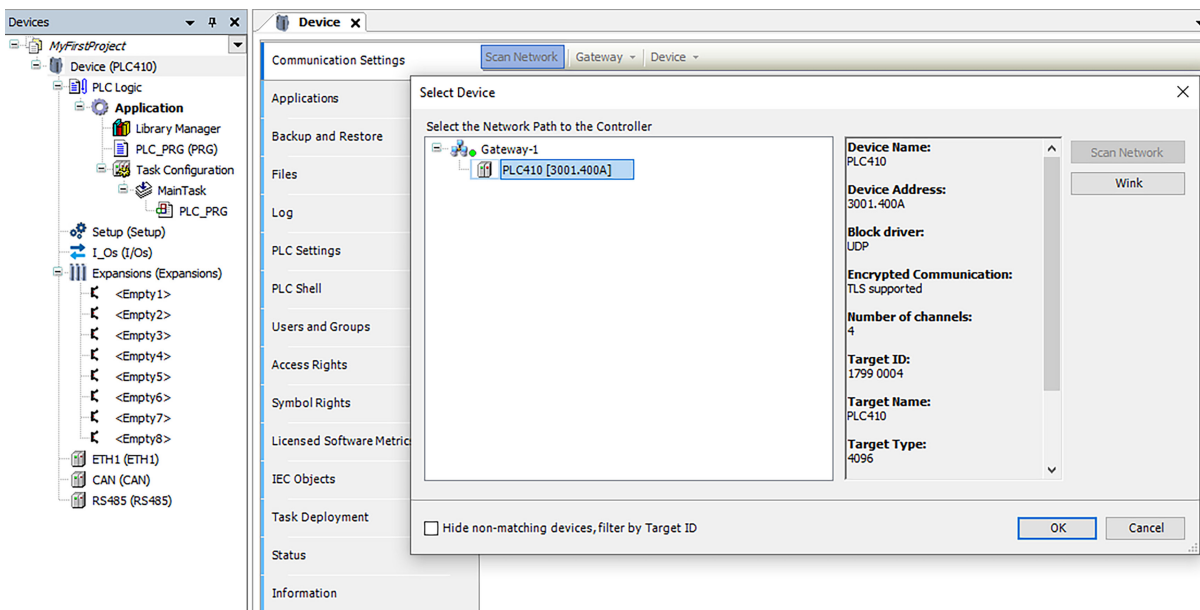

Figura 14.2: Creación de un nuevo proyecto
- 5) Para conectarse al PLC410, haga doble clic en **Device (PLC410)**. Será abierta la pestaña de **Communication Settings**. Haga clic en **Scan Network** y luego en **PLC410**, conforme lo muestra la Figura 14.2 de la página 14-2.